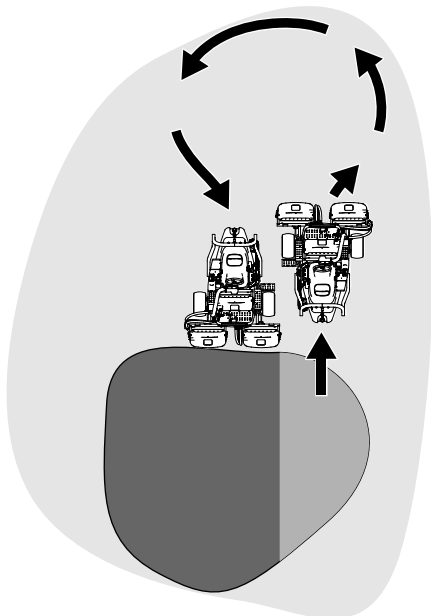

Figure 27
6. Pour réduire le temps de travail et faciliter l'alignement pour la passe suivante, tournez momentanément la machine dans la direction opposée, puis tournez-la vers la partie à tondre. Exécutez un demi-tour en « goutte d'eau » (Figure 27) pour aligner rapidement la machine pour la passe suivante.